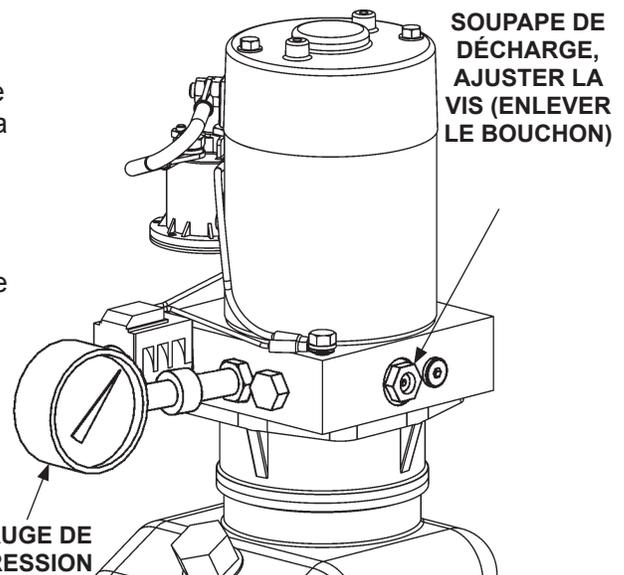

FIG. 36-2
3. Avec la plate-forme au sol, retirez le tuyau de pression et le raccord de la pompe et remplacez-les par une jauge de pression 0-4000 PSI. Maintenez le commutateur « HAUT ». Ajustez la soupape de décharge sur le côté de la pompe jusqu'à ce que la jauge indique 3250 PSI (FIG. 36-2). Retirez la jauge et réinstallez le tuyau de pression.